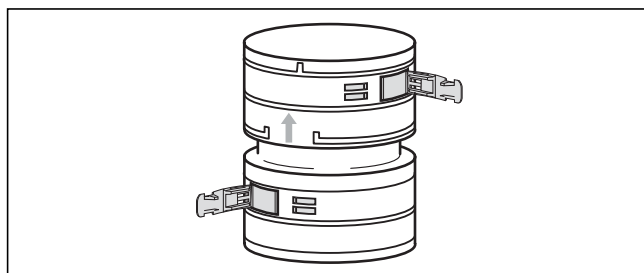
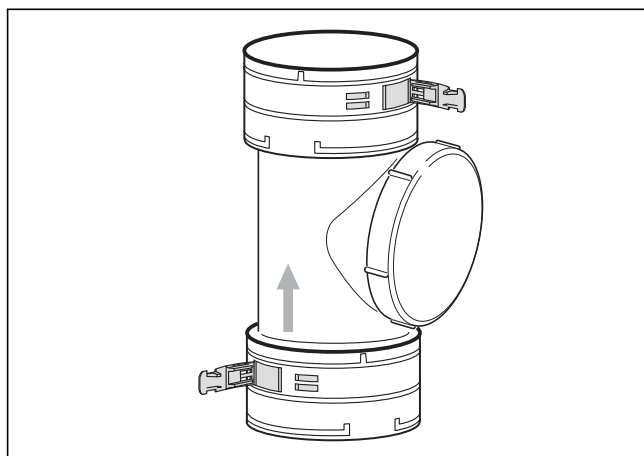

Рис. 5.52 Соединительный элемент
Рис. 5.53 Очистной элемент
- При необходимости сначала монтируйте соединительный и очистной элементы (см. рис. 5.52 и 5.53).
Вместо того, чтобы обматывать гибкий выпускной газопровод по всей длине за один раз, Вы можете использовать отрезки и соединять их соединительными элементами (арт. № 303 512, рис. 5.52) или очистным элементом (арт. № 303 511, рис. 5.53).